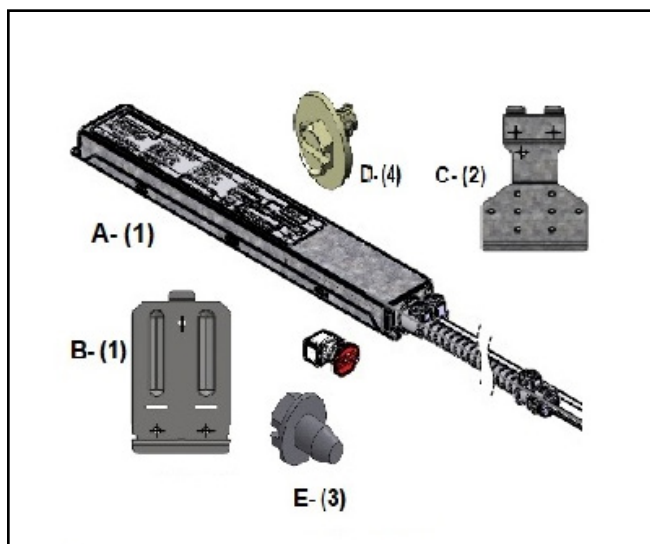
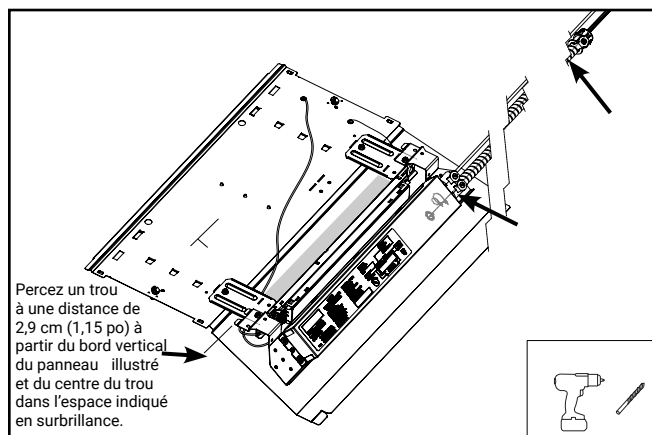

Figure 1 – Liste des composants du bloc-piles d'urgence
Figure 3 – Perçage d'un trou de 1,43 cm (9/16 po) de diamètre pour l'installation de l'interrupteur d'essai à l'arrière du luminaire
- i. Si le composant de l'interrupteur d'essai F-(1) de la figure 1 doit être monté ailleurs qu'à l'arrière du luminaire (comme indiqué aux figures 3 et 4), montez le bouton d'essai/le témoin lumineux/l'entrée laser sur un carreau ou à un autre endroit, de sorte que le témoin lumineux soit visible une fois le luminaire installé. Une installation adéquate est requise pour permettre l'accessibilité et le fonctionnement du mode d'essai de l'entrée laser et du dispositif de débranchement à module EZ-Key du bloc-piles.